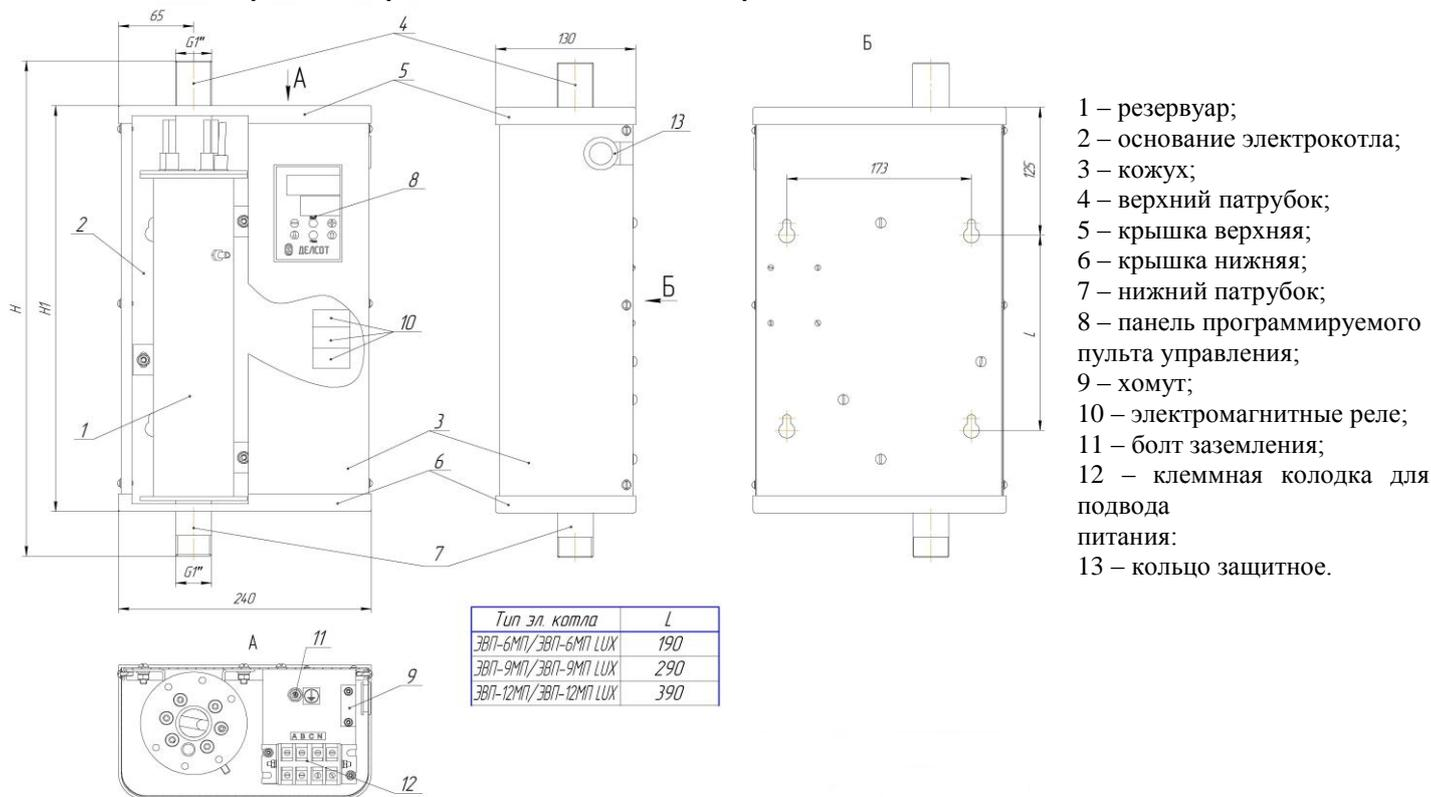
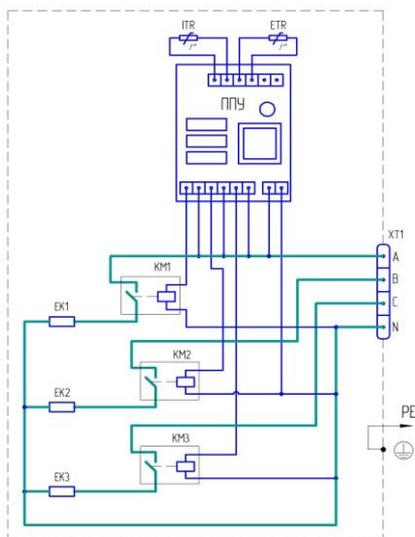

Рисунок 1 - Устройство электрокотла и габаритно-установочные размеры
Рисунок 2 - Схема электрическая принципиальная
5.1 Электрокотёл состоит (см. рисунок 1) из основания (2), стального резервуара (1), защитного кожуха (3) с крышками (5) и (6). На верхнем фланце резервуара (1) смонтирован блок трубчатых электронагревателей, расположенный внутри резервуара, а так же имеется место, в которое помещается внутренний датчик температуры. Внутри электрокотла на основании (2) установлены силовые электромагнитные реле (10) и приварен болт заземления (11).
5.2 Верхний и нижний патрубки (4) и (7) предназначены для присоединения электрокотла в систему отопления (см. рис. 1). На кожухе 3 электрокотла расположена панель программируемого пульта управления (8) с кнопками (см. рис. 4). С помощью программируемого пульта задается и поддерживается необходимая температура теплоносителя в системе отопления (в режиме работы от внутреннего датчика температуры) или температура отапливаемого помещения (в режиме работы от внешнего датчика температуры). На боковой части кожуха 3 имеется отверстие с кольцом защитным 13 для ввода кабеля питания с заземляющим проводом и кабеля для внешнего датчика температуры. Внешний датчик температуры в комплект поставки не входит.
5.4 Схема электрическая принципиальная показана на рис. 2.
6.1.1 С целью улучшения условий циркуляции воды в системе отопления с естественной циркуляцией электрокотёл следует установить таким образом, чтобы его нижний патрубок был нижней точкой отопительной системы (см рис. 2), а расширительный бачок – верхней точкой отопительной системы. Для улучшения обогрева помещений рекомендуется установка в систему циркуляционного насоса. На рис. 3 показано рекомендуемое место установка насоса.
6.3.2 Для подключения к электросети необходимо (см. рис. 1):
- подсоединение внешнего датчика температуры к программируемому пульту произвести согласно электрической схемы на рис. 2;
- кабель закрепить под хомут (9);
- установить на место верхнюю крышку 5, обращая внимание на отсутствие вырывания проводов и наличия внутреннего датчика температуры в защитной гильзе на верхнем фланце резервуара 1 (см. рис. 1).